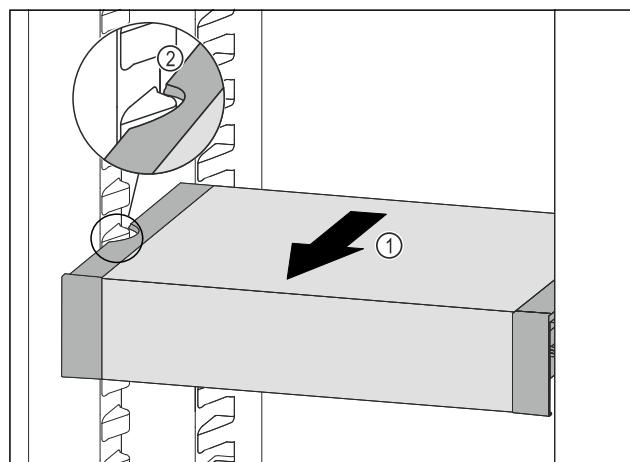

Fig. 98
- ▶ Trageți în față VarioSafe Fig. 98 (1), până când degajările laterale ale VarioSafe se află la înălțimea nervurii recipientului din frigider. Fig. 98 (2)